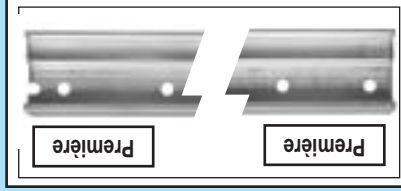

FIG. 1-1 Sections du rail.
1. Identifier les sections de rail (Fig. 1-1).
1. Identificar las secciones de rail (Fig. 1-1)